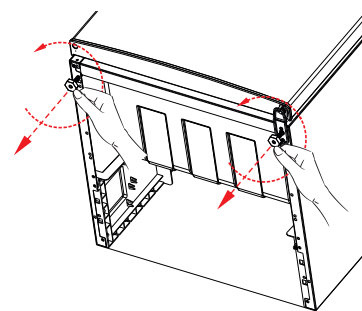

Fig. 1
- Dévissez les pieds de l'appareil dans le sens inverse des aiguilles d'une montre (fig. 1).